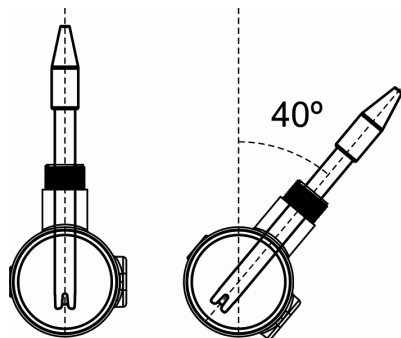

Fig. 13
4. Installare sempre la sonda di pH in posizione verticale o con un'inclinazione massima di 40° (Fig. 13).